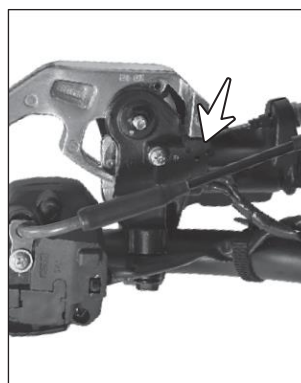

Fig. 5.35A
- La salida de DC del fusible de carga se conecta al interruptor de la luz de freno delantera y trasera a través de un cable naranja (O) y la salida de los interruptores se suministra a la luz de freno a través de un cable azul blanco (W/BI).
- El interruptor de la luz de freno delantera está instalado en la leva del freno delantero. (Fig. 5.35A)